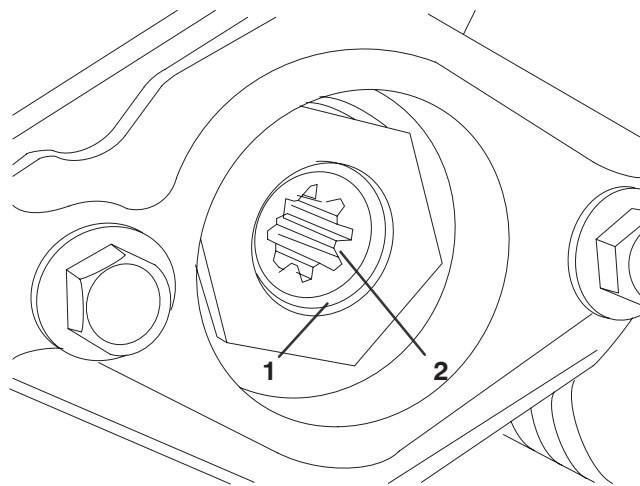

Figure 16
3. Vis Allen (2)
- Retirez le jonc d'arrêt de fixation du coupleur d'entraînement dans le tube du cylindre (Fig. 16). Déposez le coupleur d'entraînement.